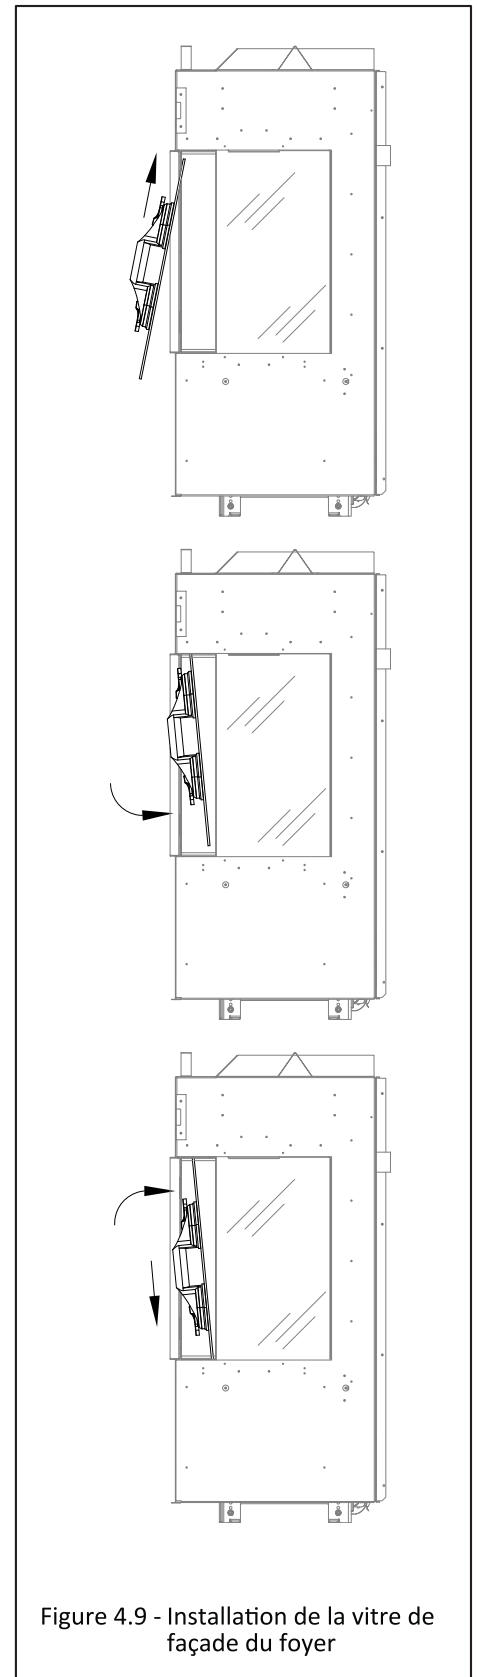

Figure 4.9 - Installation de la vitre de façade du foyer
2. Installez la vitre de façade. En l'installant, il peut être utile de commencer par les fixations inférieures déjà installées mais dont les écrous sont desserrés. En soulevant la vitre pour la mettre en place (Voir Figure 4.9), éloignez-la un peu du côté n'ayant pas encore de vitre latérale installée. Vous pouvez glisser la vitre de côté pour l'insérer dans la bande d'étanchéité en silicone de la vitre latérale précédemment installée.